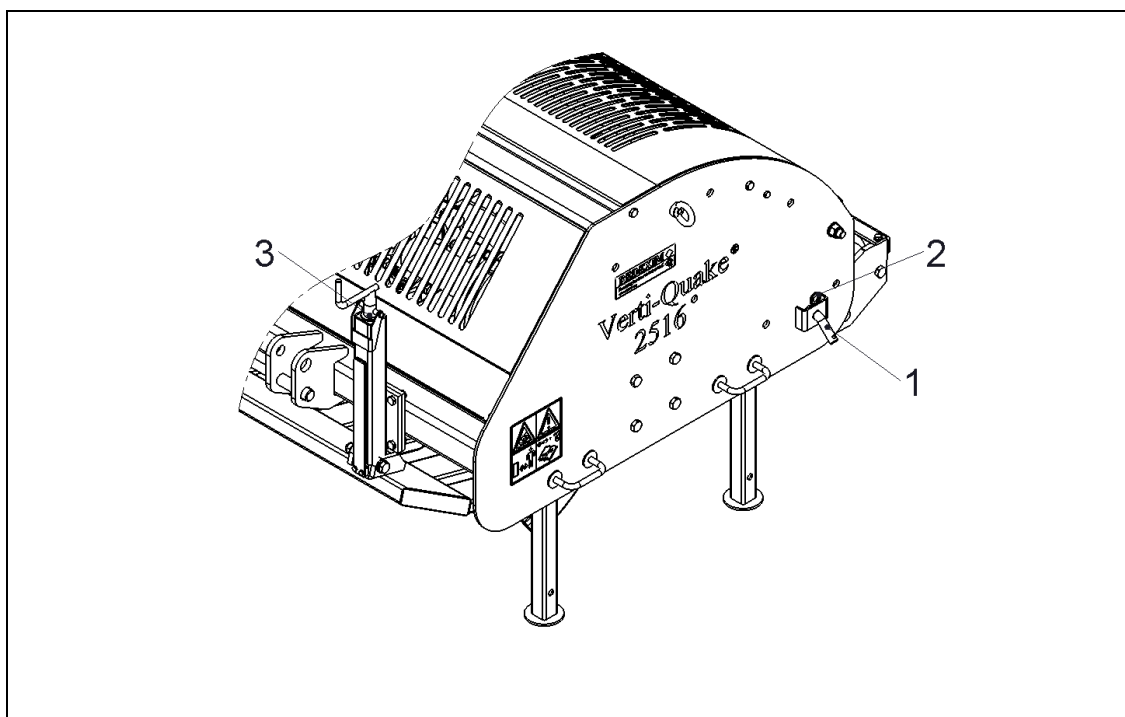

Abb. 11
6.0 EINSTELLUNG DER ARBEITSTIEFE (ABB. 11)